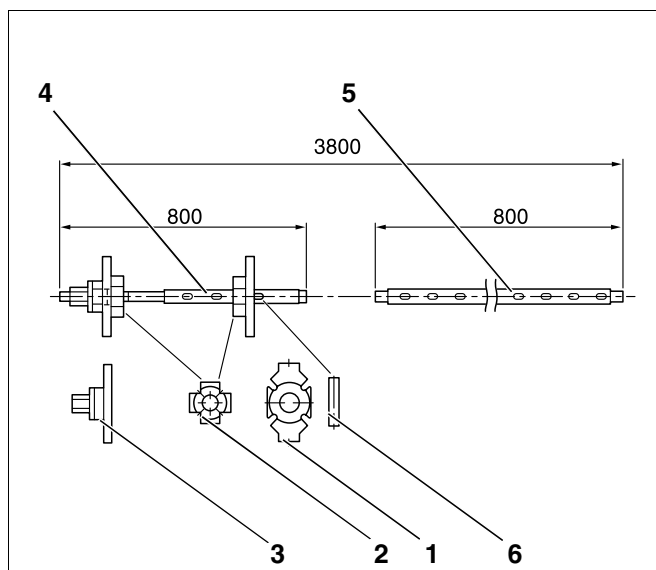

Fig. 2 Presă de niplare, mărime 2.3 (dimensiuni în mm)
- Presă de niplat cazan 2.3 (fig. 2, pagina 10)